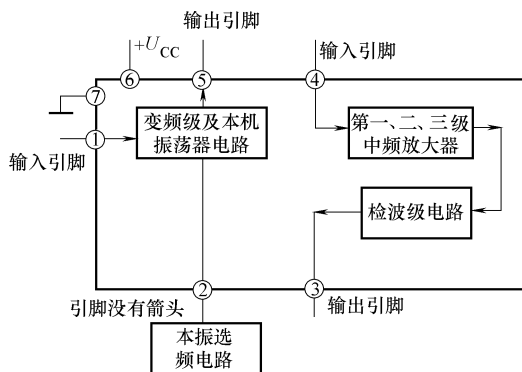

图3-21 示意图
举例说明:如图3-21所示集成电路框图,集成电路的①脚引线箭头向里,为输入引脚,说明信号是从①脚输入到变频级电路中,所以①脚是输入引脚;⑤脚引脚上的箭头方向朝外,所以⑤脚是输出引脚,变频后的信号从该引脚输出。④脚也是输入引脚,输入的是中频信号,因为信号输入到中频放大器电路中,所以输入的信号是中频信号。③脚也是输出引脚,输出经过检波后的音频信号。